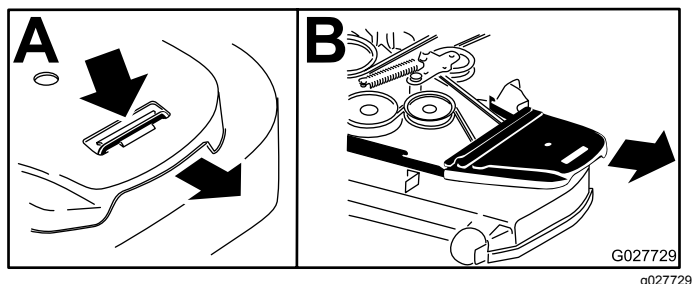

Figura 76
4. Retire las cubiertas de la correa (Figura 76).